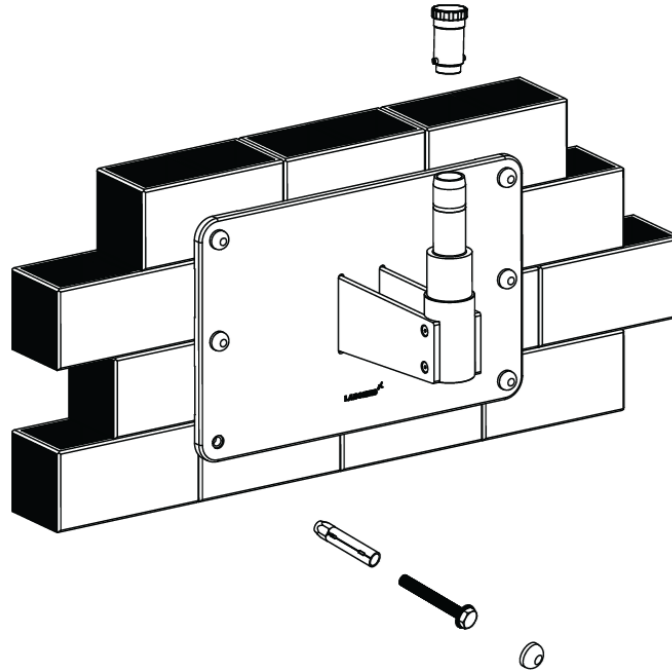

Figura 23
2. Coloque um nível na parte superior da placa traseira para verificar o nivelamento horizontal. Veja a figura 23.
3. Use um arranjo de soquete e catraca de 17 mm para afrouxar levemente os seis (6) parafusos de alternância nos cantos do suporte de parede.
5. Coloque um nível verticalmente ao longo da face da placa traseira, em ambos os lados, para garantir que esteja perpendicular para o chão. Veja a figura-23
7. Verifique o outro lado e insira calços conforme necessário e então aperte os parafusos de alternância. Veja a figura 23.